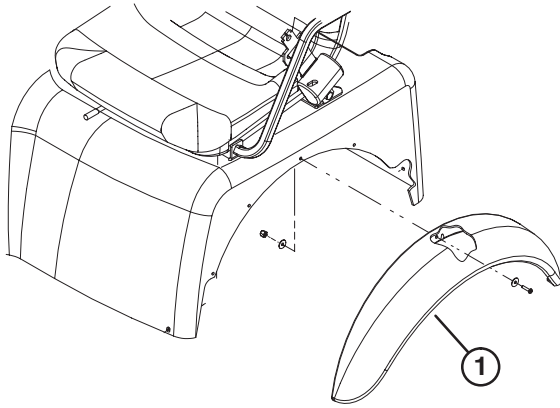

Figure 5
1. Alignez les cinq trous de montage de l'aile sur les trous présents de chaque côté du châssis (Fig. 5).
2. Montez une aile de chaque côté du châssis au moyen de (5) vis 10 x 3/4 pouce, (10) rondelles plates et (5) contre-écrous N° 10. Placez une rondelle près de la tête de vis et du contre-écrou.